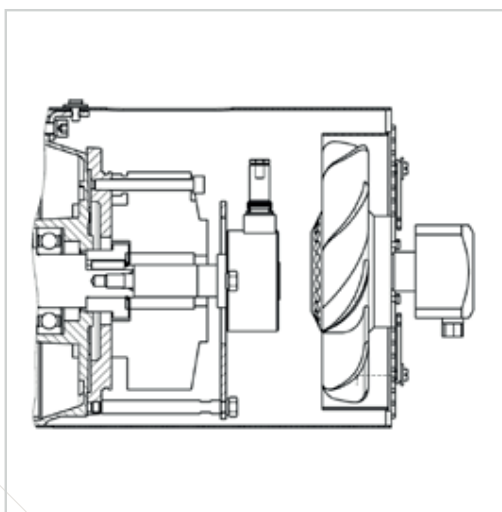

Рис. 3. Двигатели АДЧР112-355 «ТДВ»
- с тормозом, энкодером и принудительной вентиляцией – модификация «ТДВ» (рис. 3 и 4);